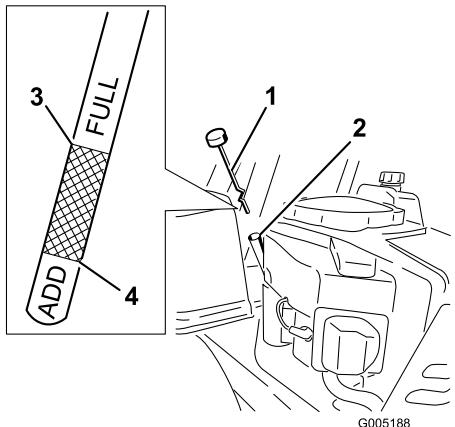

Figura 28
4. Svitate e togliete l'asta; tergete l'olio (Figura 28). Inserite di nuovo l'asta nel tubo e collocate il tappo sul tubo. Non avvitate il tappo sul tubo.
5. Estraete l'asta e controllate il livello dell'olio. (Figura 28).
8. Togliete il tappo/asta del rabbocco dell'olio (Figura 28).
14. Versate lentamente nel tubo di rifornimento (Figura 28) l'80% circa dell'olio indicato.
15. Montate il tappo/asta di rabbocco dell'olio (Figura 28).
16. Controllate il livello dell'olio (Figura 28); vedere Controllo del livello dell'olio.
18. Montate il tappo/asta di rabbocco dell'olio e serrarli stretti (Figura 28).